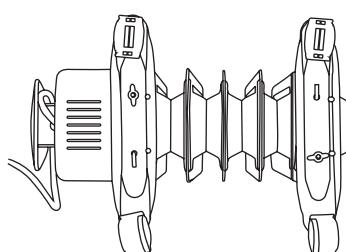

Рис. 4
- Соединить одну из опорных ножек (2) с двумя роликами (1).
- Закрепить гайками (3).
- Перевернуть обогреватель нижней частью вверху, как показано на Рис. 4.